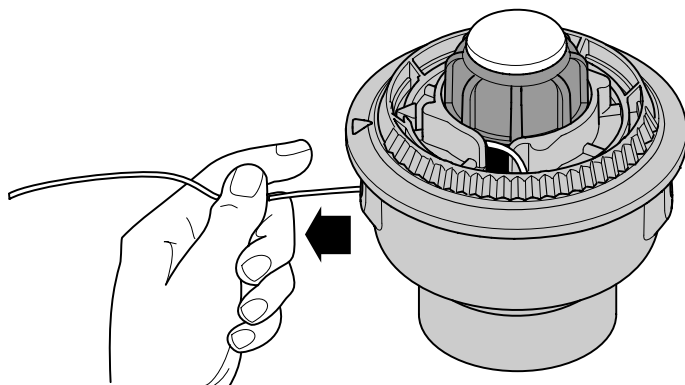

Fig. 15
6. Tirez le fil de la bobine extérieure jusqu'à ce qu'il soit bien serré contre le moulinet intérieur (Fig. 15).